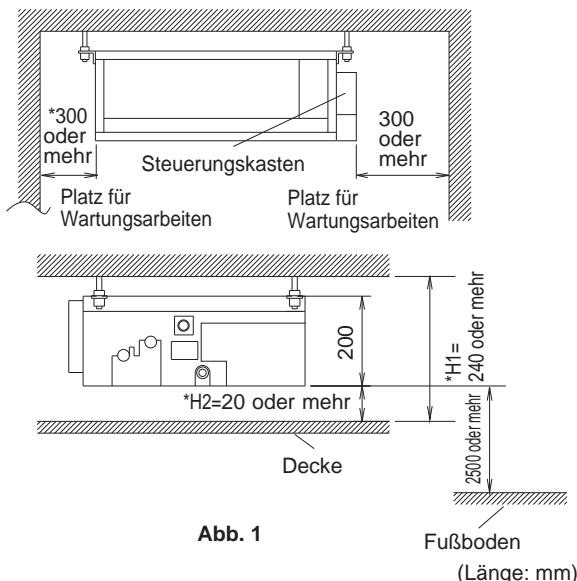

Abb. 1
(1) Wählen Sie einen Installationsort, wo die folgenden Bedingungen erfüllt sind, und der vom Kunden genehmigt wurde.
- Wo ausreichender Platz für Wartung und Service sichergestellt werden können. **(Siehe Abb. 1)**